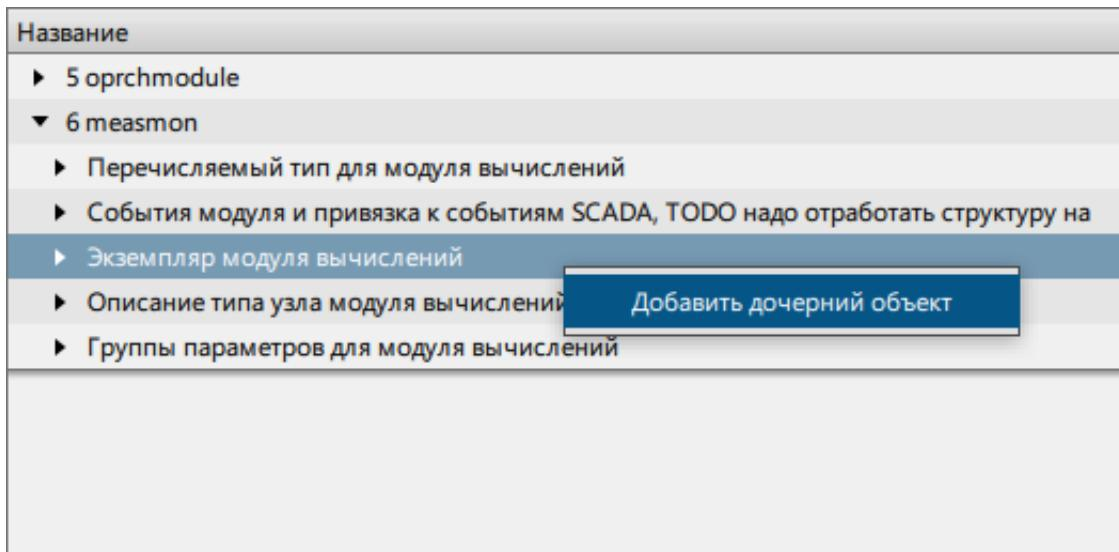

Рисунок 425 - Экземпляр модуля вычислений
4. Нажмите ПКМ по Экземпляр модуля вычислений и выберите Добавить дочерний объект (Рисунок 425).